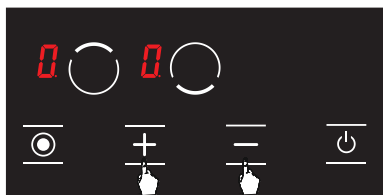

Рисунок 7
3. Уровень мощности соответствующей конфорки можно установить от 1 до 9 с помощью кнопок и или между в соответствии с дополнительными функциями варочной панели. (см. Рисунок 7)